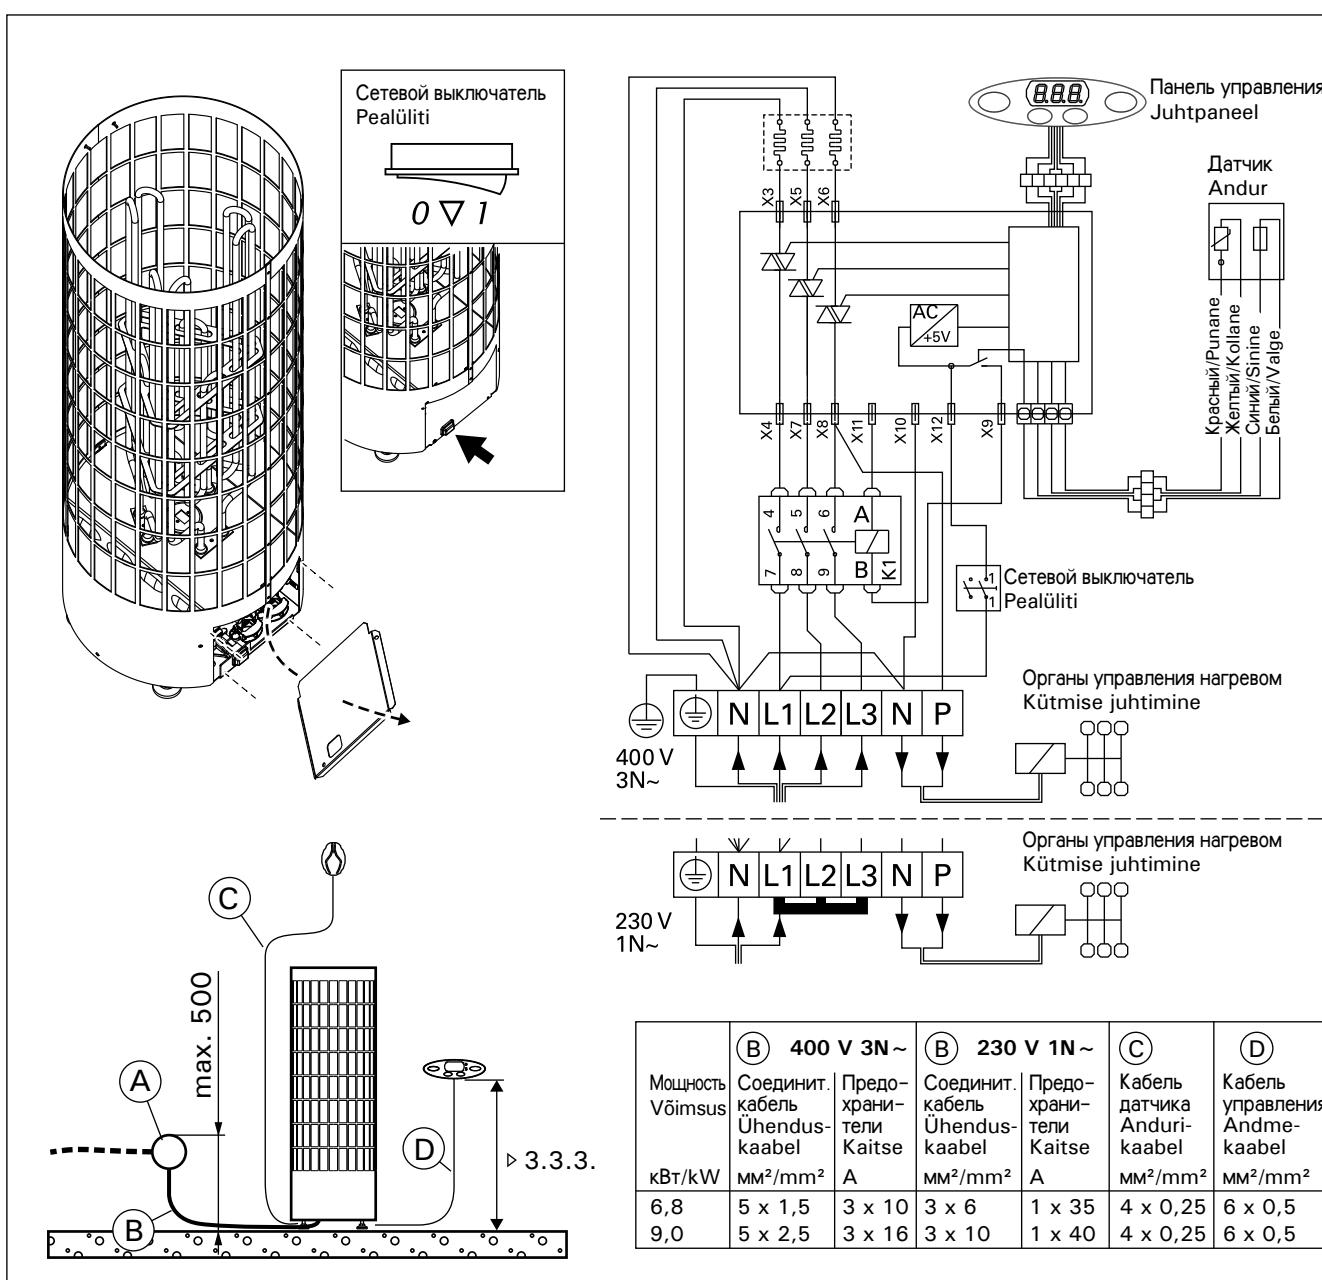

Рисунок 7. Электромонтаж
- Каменка гибким проводом подсоединяется к соединительной коробке (рис. 7: А) на стене сауны. Соединительная коробка должна быть брызгозащищенной и находиться на расстоянии не более 500 мм от пола.
- В качестве кабеля (рис. 7: В) следует использовать резиновый кабель типа HO7RN-F или подобный.
- Кроме клемм питания каменки оснащены также клеммой (P), которая делает возможным управление электрическим нагревом (рис. 7). Управляющее напряжение передается от каменки, когда она включена. Кабель управления электронагревом подводят прямо к соединительной коробке каменки и дальше с помощью резинового кабеля, равного по сечению соединительному кабелю, к клеммнику.
Закрепите панель управления следующим образом (см. рис. 7):
- Вставьте свободный конец кабель управления в разъем нагревателя по принципу цветового соответствия (рис. 7: C).